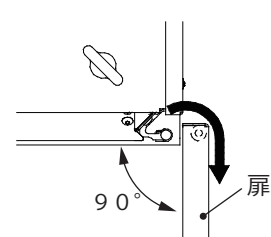

図 3 扉の外し方
(3) 扉の開角度を約 90°に保持したまま、扉を蝶番から矢印の方向に外します。(図 3)